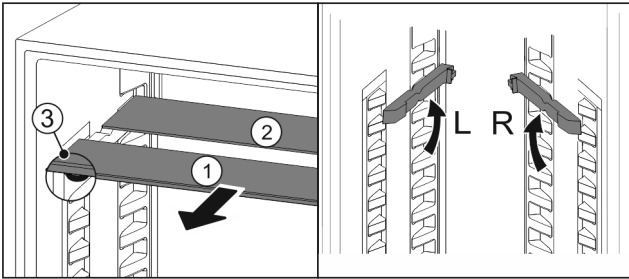

Fig. 25
- ▶ estrarre i ripiani di vetro singolarmente tirando in avanti Fig. 25 (1).
- ▷ Il piano in vetro Fig. 25 (1) con il motivo ornamentale è nella parte anteriore.
- ▷ I fermi Fig. 25 (3) sono rivolti verso il basso.